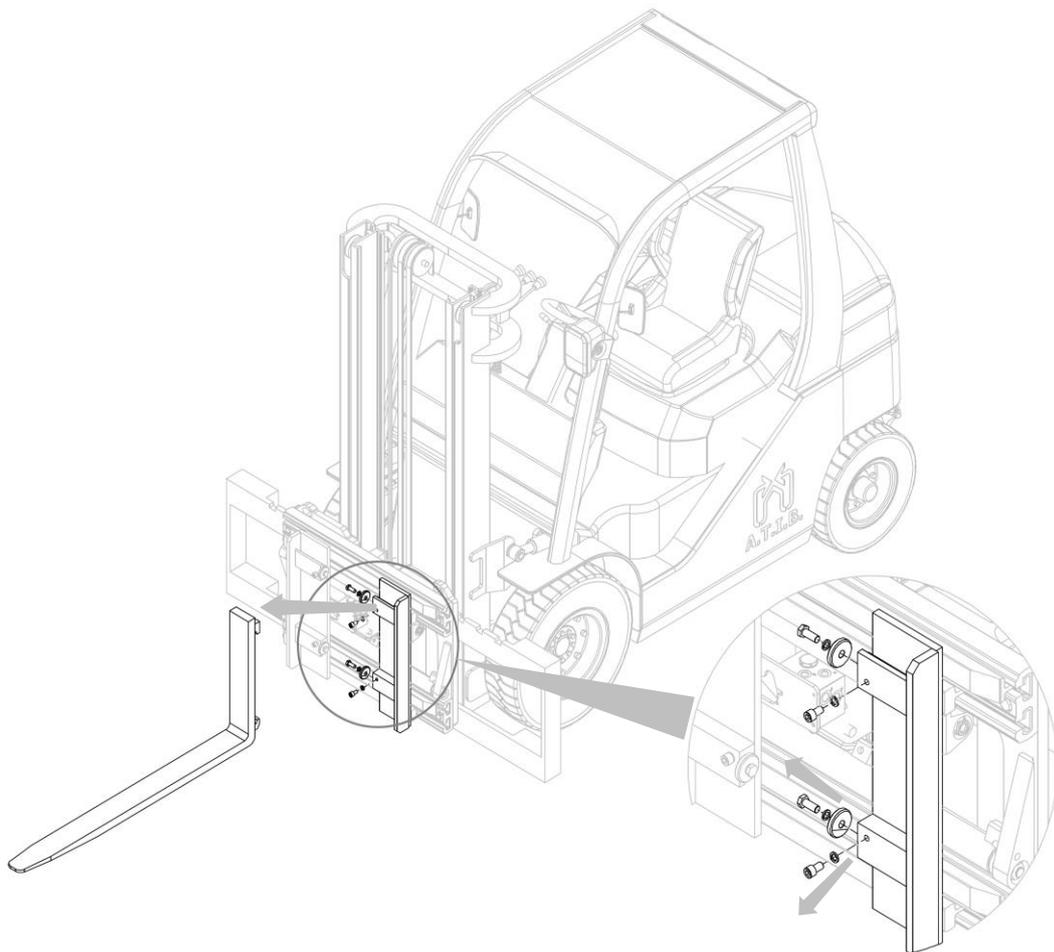

Abbildung 20
2. Entfernen Sie nacheinander die Gabelzinken, nachdem Sie die Gabelarretierungen abgeschraubt haben (siehe *Abbildung 20*).